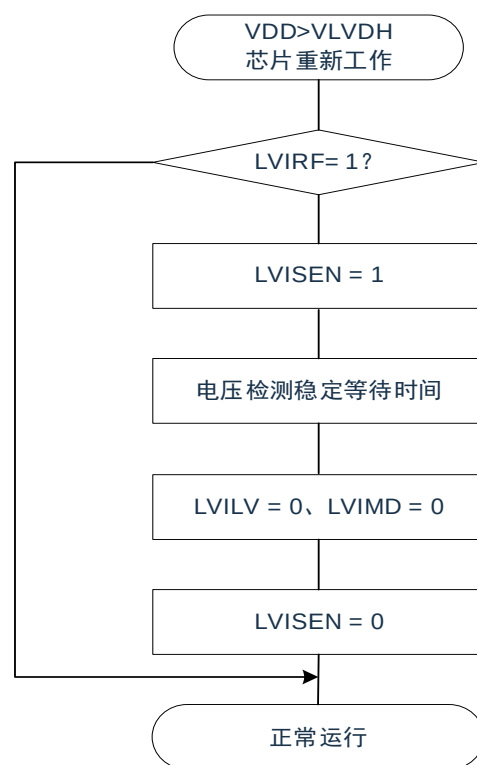

图7-2
- 当LVD检测到 $VDD < V_{LVDL}$ 发生系统复位后，LVIMD和LVILV标志会被置‘1’，芯片重新工作后需要在初始化程序中将LVIMD和LVILV标志清零，否则当VDD下次降低时将无法产生系统复位信号，具体操作流程详见图7-2。